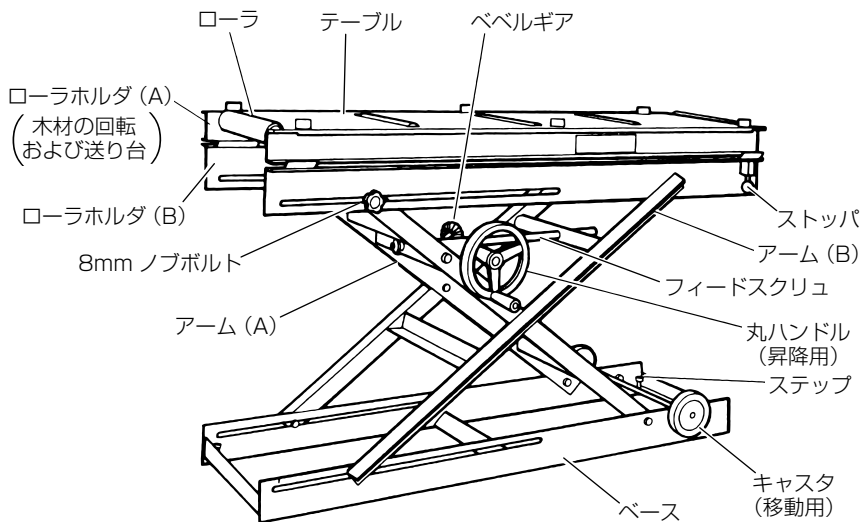

図 1
- アーム (A)、(B) またはベベルギヤ、フィールドスクリュなどの可動部に手や身体をかみ込まないようにしてください。(図 1 参照) 思わぬ事故の原因になります。